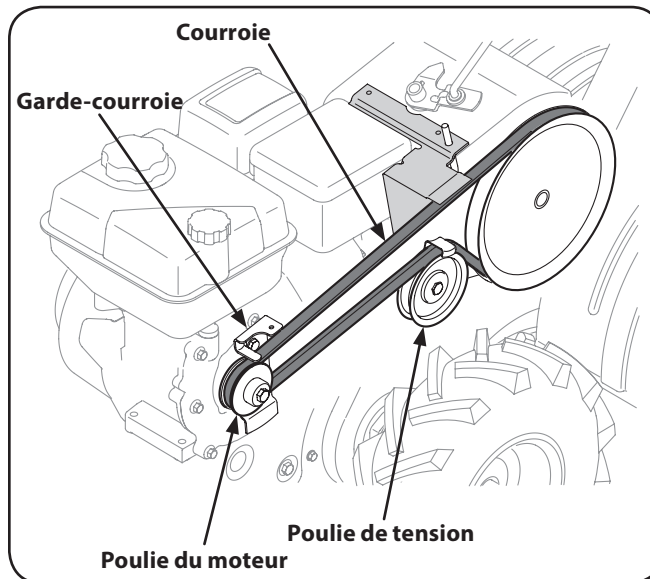

Figure 7-2
3. Retirez l'écrou et la rondelle placés sur le côté du couvercle de courroie. Enlevez la vis hexagonale qui se trouve sous le couvercle. Voir Figure 7-2.
4. Enlevez les deux boulons hexagonaux et les rondelles de blocage, puis retirez le garde-courroie qui se trouve derrière la poulie du moteur. Voir Figure 7-2.
5. Enlevez le boulon et l'écrou avant de retirer la poulie de tension. Voir Figure 7-2.
6. Retirez la courroie usée et installez la courroie neuve. Pour replacer le garde-courroie et le couvercle de courroie, suivez les instructions dans l'ordre inverse. Voir Figure 7-2.